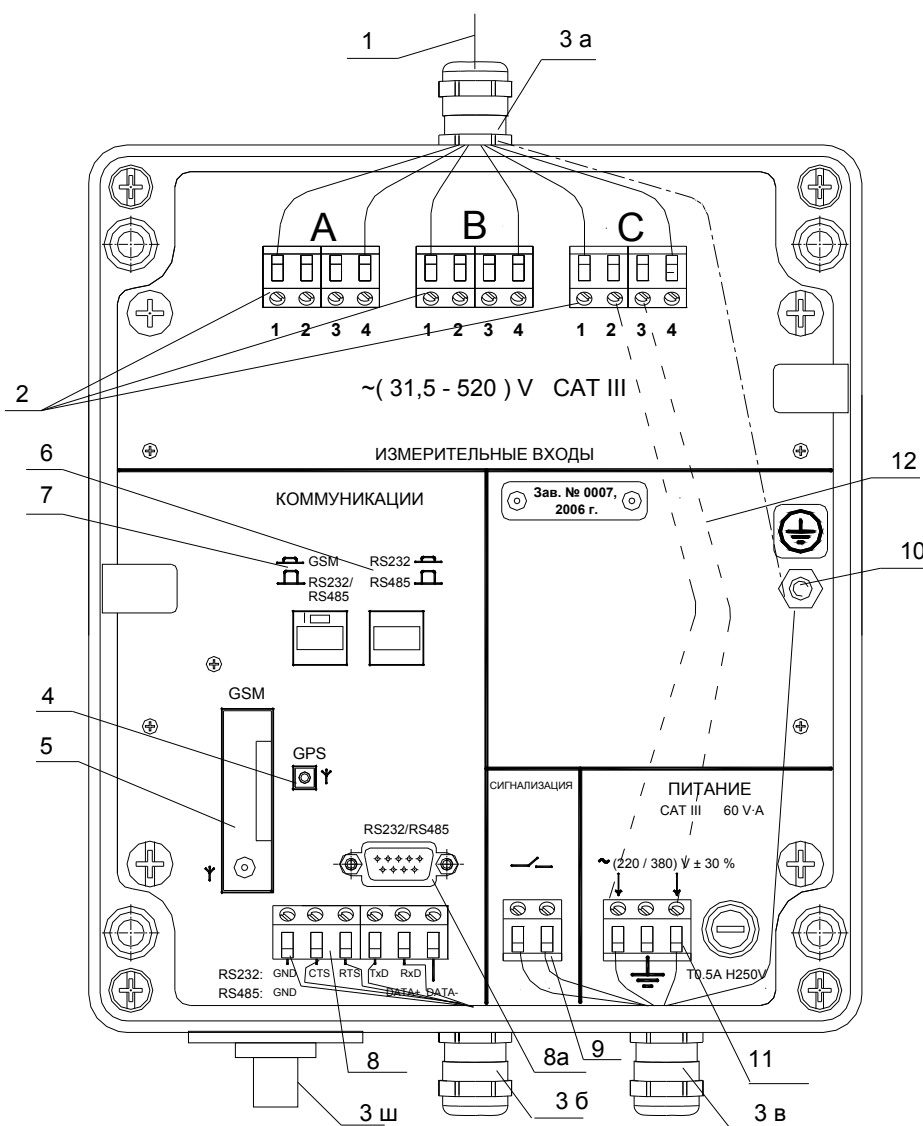

Рисунок 5 Схема подключений регистратора
5.4.2.3 Регистратор смонтировать на столбе или стене и закрепить его через отверстия (6) рисунок 5 в основании корпуса при помощи комплекта монтажного, который входит в комплект регистратора.
- интерфейсный разъем RS232/RS485 (8) рисунок 5;
- стандартный разъем RS232/RS485 (8а) рисунок 5;
- GSM – модем (5) рисунок 5, предназначенный для удаленного доступа к регистратору.
5.4.4.4 Соединение регистратора с ПК через интерфейсный разъем RS232/RS485 (8) рисунок 5 осуществляется кабелем, входящим в комплект поставки регистратора.
5.4.4.5 Кабель следует провести через кабельный ввод (3б) рисунок 5 и в зависимости от используемого интерфейса (8), соединить согласно маркировке на внутренней плате, если – RS232 – верхняя строчка и если RS485 – нижняя.
5.4.4.7 Соединение регистратора с ПК через стандартный разъем RS232/RS485 (8а) рисунок 5, осуществляется только при открытой внешней съемной крышке, стандартным кабелем.
5.4.4.13 Кабель от антенны GPS – приемника подключите к разъему, маркированному на внутренней плате «GPS» (4) рисунок 5, через кабельный разъем (3в).
5.4.5.2 Для контроля срабатывания сигнализации устройств типа «сухой контакт» необходимо через кабельный ввод (3в) рисунок 5 провести кабель для подключения к клеммной колодке блока сигнализации (9).
5.4.6.2 Если подключение цепей питания регистратора осуществляется от внешнего источника питания, то кабель от источника питания необходимо провести через кабельный ввод (3в) рисунок 5 и подключить к клеммной колодке (11) рисунок 5 в соответствии с маркировкой на внутренней плате.
5.4.6.4 Для этого необходимо проводом (12) рисунок 5, входящим в комплект поставки регистратора соединить измерительные входы одного из каналов (А, В или С) с цепью питания (11) рисунок 5 в соответствии с маркировкой на внутренней плате. Провода (12) рисунок 5 прикрепить к коммутационной панели самоклеящимися площадками, входящими в комплект поставки регистратора.
5.4.6.6 Для этого в регистраторе предусмотрено 2 зажима заземления - один в клеммной колодке входа питания (11) рисунок 5 его подключение носит необязательный характер, другой - защитного заземления - под болт (10) рисунок 5 - его использование является обязательным!